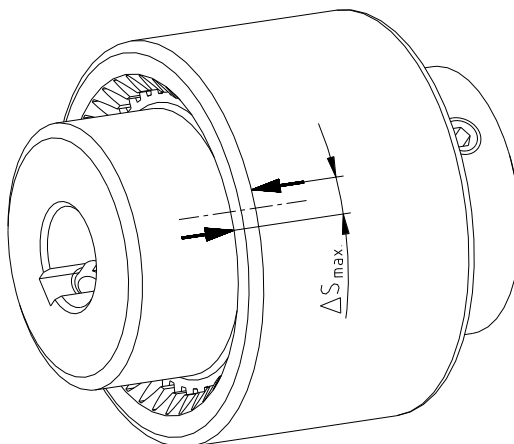

図 18: スリーブとハブのマーキング
- スリーブとハブにマーキングして下さい(図 18 をご参照)。